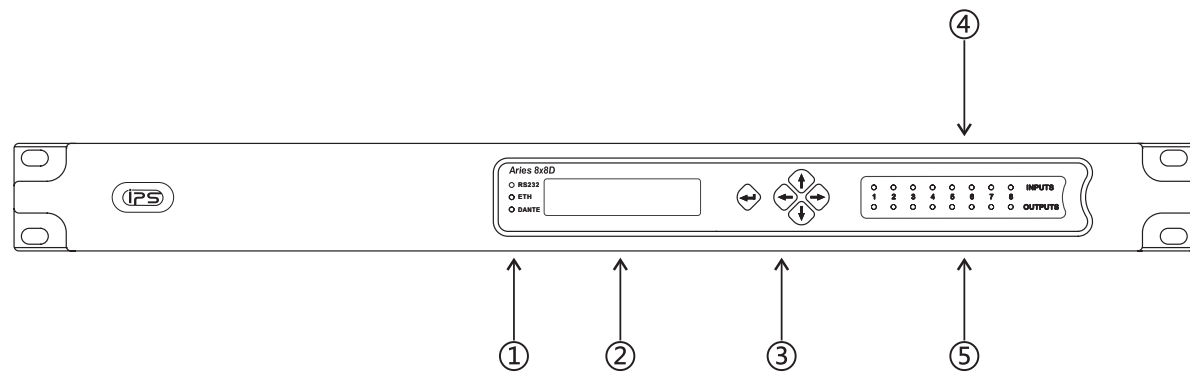

图1 Aries 8 x 8(D) 前面板
Aries 8 × 8(D) 网络音频处理器（下简称处理器）前面板示意如图1。